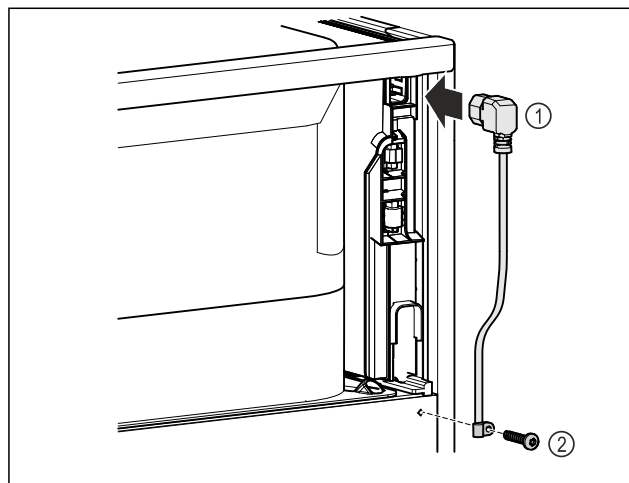

Fig. 11
- Podłączyć gniazdo przewodu zasilającego Fig. 11 (1) urządzenia chłodzącego z tyłu urządzenia.
- Zamontować odciążenie. Fig. 11 (2)